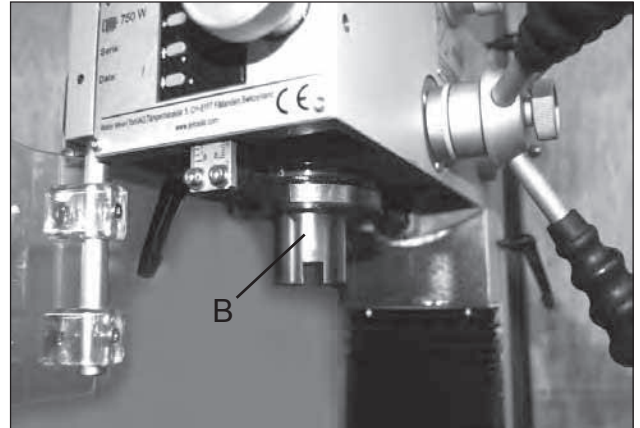
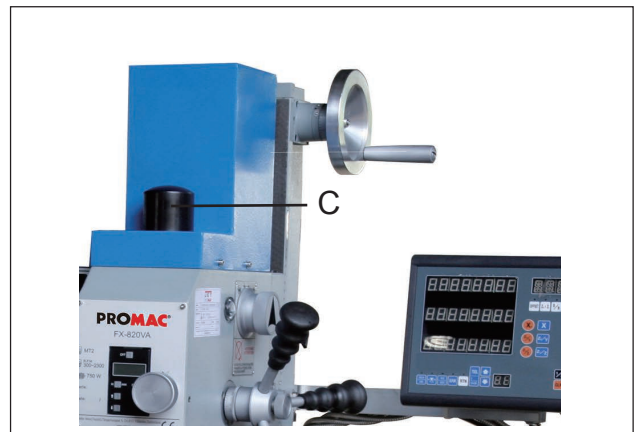

Fig. 15
Fig. 16
3. Die Spindel (B, Fig. 15) festhalten, die Spannschraube (C, Fig. 16) mit einem Gabelschlüssel lösen.